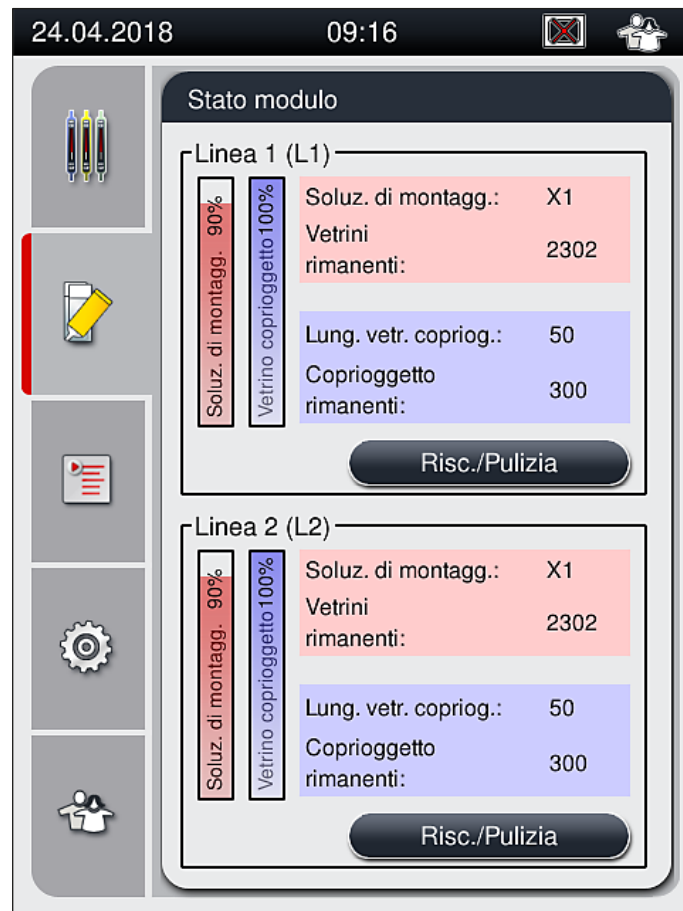

Fig. 53
10. I flaconi di soluzione di montaggio che vengono reinseriti sono rilevati dal software dello strumento e il menu **Stato modulo** (→ Fig. 53) viene aggiornato.